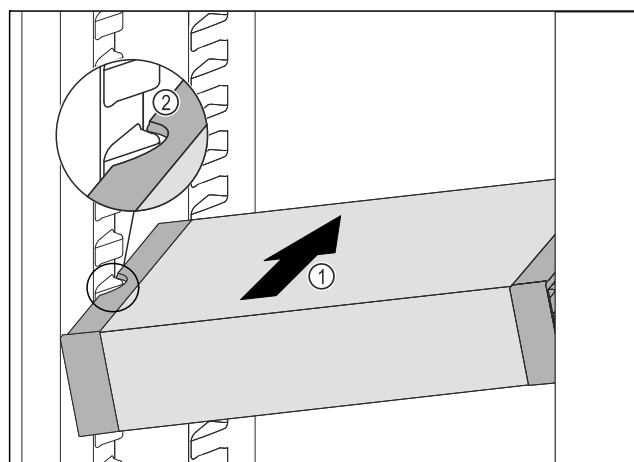

Fig. 122
- ▶ Împingeți VarioSafe oblic în frigider Fig. 122 (1), până când degajările laterale Fig. 122 (2) ale VarioSafe se află la înălțimea nervurii recipientului din frigider.